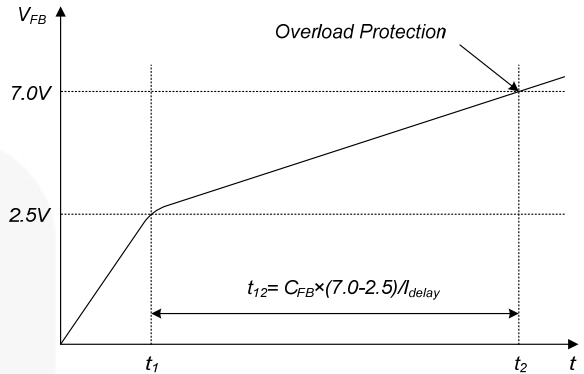

图 22. 过载保护
4.1 过载保护 (OLP): 过载定义为负载电流因意外异常事件而超过正常值。这种情况下, 应当触发保护电路, 从而保护 SMPS。然而, 即使 SMPS 正常运行, 在负载过渡过程中也可能触发过载保护电路。为了避免出现这种不必要的工作状况, 特定时间后触发过载保护电路确定这是瞬态情况还是真正的过载情况。由于逐脉冲限流能力, 通过 SenseFET 的最大峰值电流受限, 因此, 通过特定的输入电压限制最大输入功率。如果输出消耗的功率超过最大功率, 输出电压 (V_{OUT}) 降低至设定电压以下。这样会降低通过光电耦合器 LED 的电流, 同时减少光电耦合器晶体管电流, 进而增大反馈电压 (V_{FB})。如果 V_{FB} 超过 2.5 V, D1 受阻, 并且 2.0 μ A 的电流源开始缓慢向 C_{FB} 充电。在这种状况下, V_{FB} 持续增加直至达到 7.0 V, 此时开关操作终止, 如图 22 所示。关断延迟时间为通过 2.0 μ A 的电流将 C_{FB} 从 2.5 V 充电至 7.0 V 所需的时间。通常